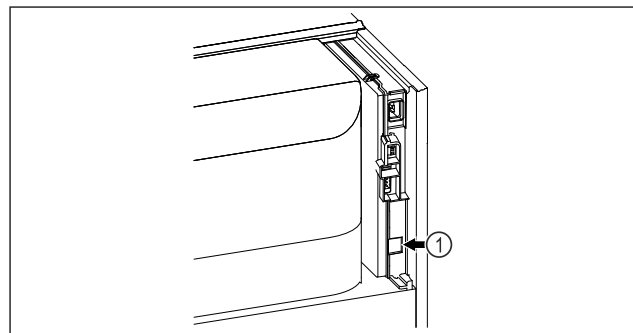

Fig. 139
- SmartModule *Fig. 139 (1)* este instalat.